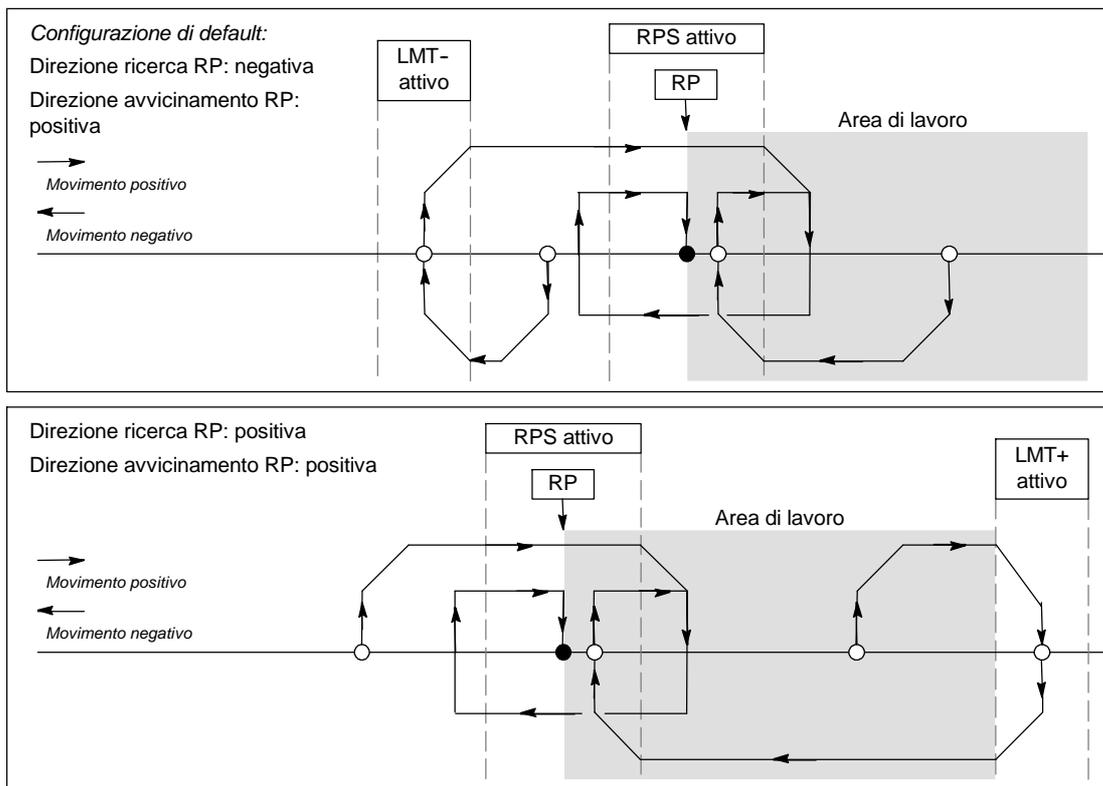

Figura 9-22 Ricerca dell'RP: modo 2
- ❑ La figura 9-22 rappresenta due opzioni del modo 2 di ricerca dell'RP. Questo modo individua l'RP al centro dell'area attiva dell'ingresso RPS.